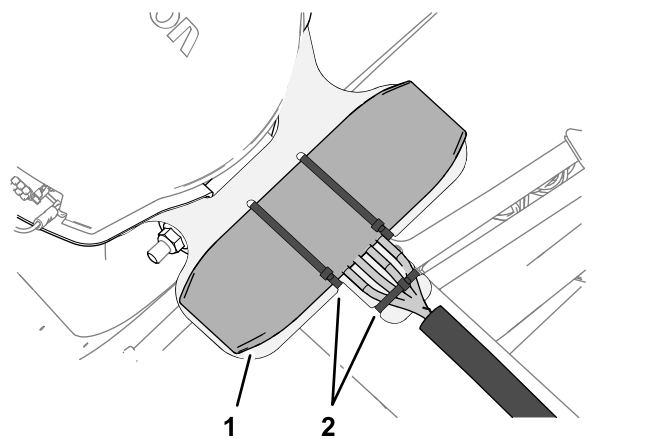

Figura 127
4. Sujete el soporte de la antena con 3 bridas, como se muestra en la Figura 127.
5. Sujete el arnés de cables de la antena del módem al soporte, como se muestra en la Figura 127.